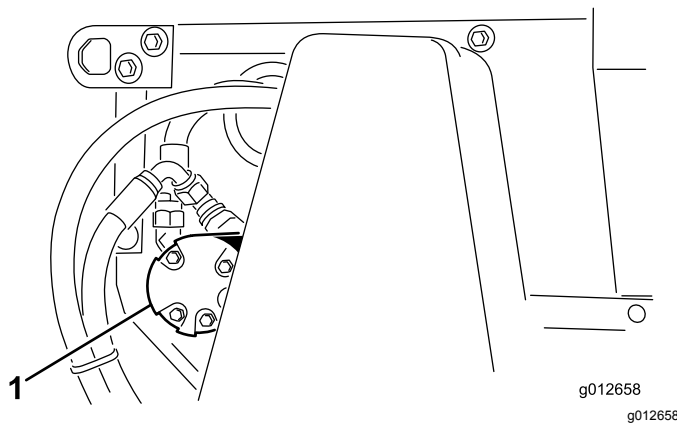

Figura 39
2. Allentate i dadi che fissano il motore della spazzola (Figura 39) al lato sinistro della macchina.